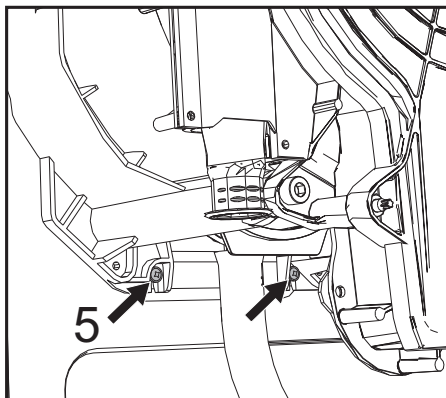

fig. 49
- Allentare le 2 viti **inferiori "5"** di fissaggio scambiatore al telaio (fig. 49)